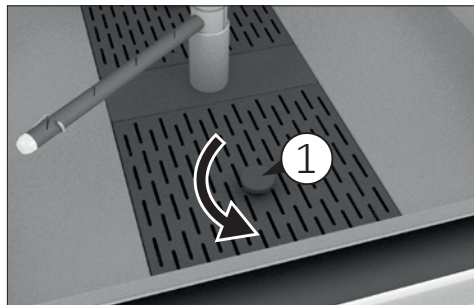
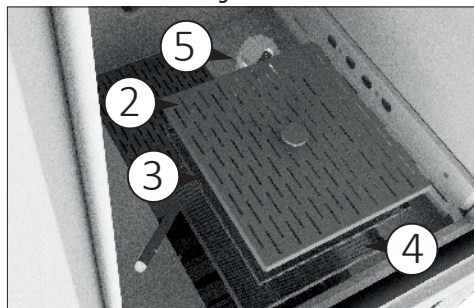

Fig. 10.1
Fig. 10.2
Unitate de filtrare (Fig. 10.1 și 10.2):
Deșurubați filtrul de jos prin știftul central (1 Fig. 10.1) pentru a despărți cele două piese care alcătuiesc filtrul (2 și 3 Fig. 10.2).
Reintroduceți filtrele furnizate în pozițiile specifice. Verificați în permanență curățenia filtrelor, în special a filtrului inferior (4 Fig. 10.2).
- 6) După ce ați executat 3-4 teste de spălare, curățați filtrele de apă poziționate în compartimentul de jos al mașinii (Fig. 10.2).